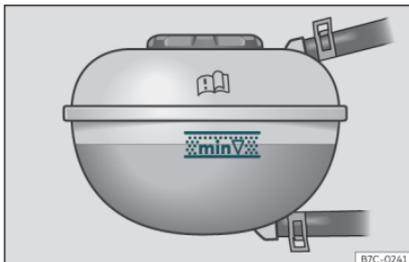

Fig. 188 Dans le compartiment-moteur : repère sur le vase d'expansion du liquide de refroidissement.
- Consultez le niveau de liquide de refroidissement dans le vase d'expansion. Lorsque le moteur est froid, le niveau de liquide de refroidissement doit rester entre les repères » **fig. 188**. Lorsque le moteur est chaud, il peut se situer légèrement au-dessus de la marque supérieure.